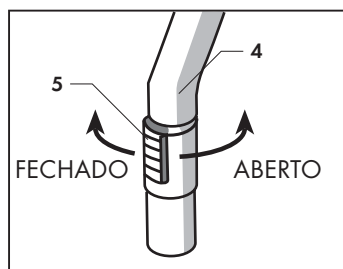

Fig. 9
Este acessório possui um anel deflector (5) que serve para regular a força de aspiração (Fig. 9).